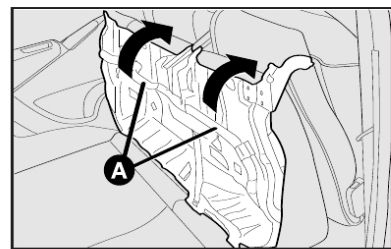

fig. 88
6) Em seguida, rebater o banco traseiro inteiro para a frente fig. 88 de maneira a obter uma única superfície de carga.
1) Rebater para trás o banco traseiro completo utilizando os puxadores A-fig. 88.